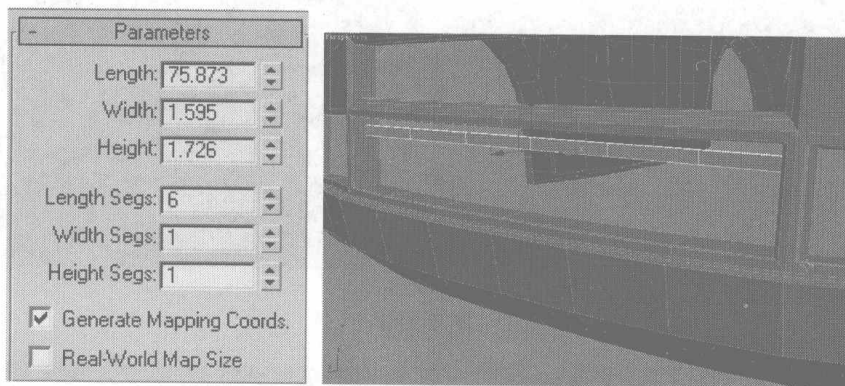

图 7.181
- 01** 单击 ，进入创建面板，单击  按钮，选择 **Standard Primitives** 类型，单击 **Box** 按钮，在 Top 顶视图中创建一个 Box 物体，然后在卷展栏中调整 Box 物体的大小参数，移动到合适位置，如图 7.181 所示。